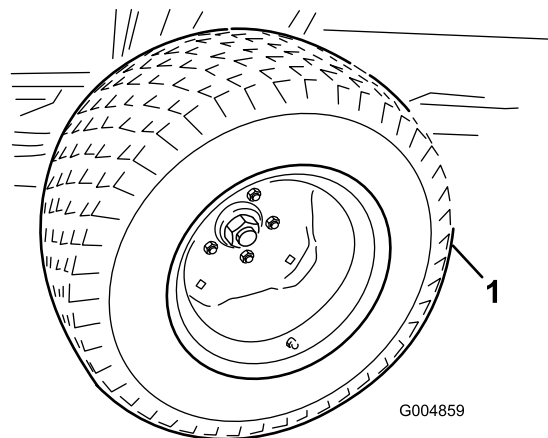

Figure 82
20. Montez les roues d'été avec deux écrous par roue (Figure 82).